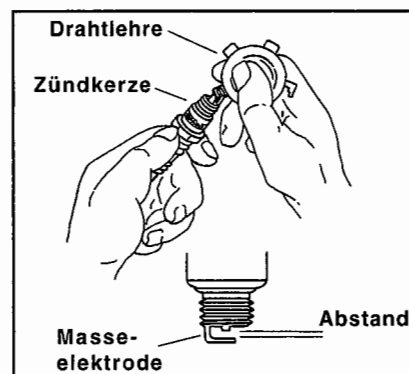

Abbildung 9. Überprüfung des Elektrodenabstands.
**Alle 200 Betriebsstunden** die Zündkerze ausbauen und ihren Zustand überprüfen. Falls erforderlich, austauschen, oder bei gutem Zustand mit einer Drahtfühllehre den Elektrodenabstand einstellen. Masselektrode auf den vorgeschriebenen Abstand biegen. Siehe Abbildung 9. Der Abstand für Einzylindermotoren (außer CS4-12 und CV16) beträgt 1 mm. Der Abstand für CS4-12, CV16, SV470-610, und alle Zweizylindermotoren beträgt 0,75 mm. Die Zündkerzen mit folgendem Drehmoment anziehen: **20 Nm** bei Motoren CS4-12, **28 Nm** bei Motoren SV470-610 und allen Zweizylindermotoren und **40 Nm** bei Motoren CH/CV11-16, CV460-493.